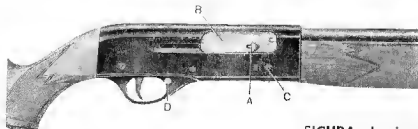

Fig. 1
SICURA: la sicura (D) è a pulsante trasversale alloggiata anteriormente al grilletto. L'arma è in sicura quando, dopo aver sospinto il pulsante da sinistra a destra, l'anello rosso, indicante la posizione di sparo, non risulta più visibile. Per togliere la sicura, sospingere il pulsante da destra a sinistra (il cerchio rosso risulterà visibile) (vedi Fig. 1).